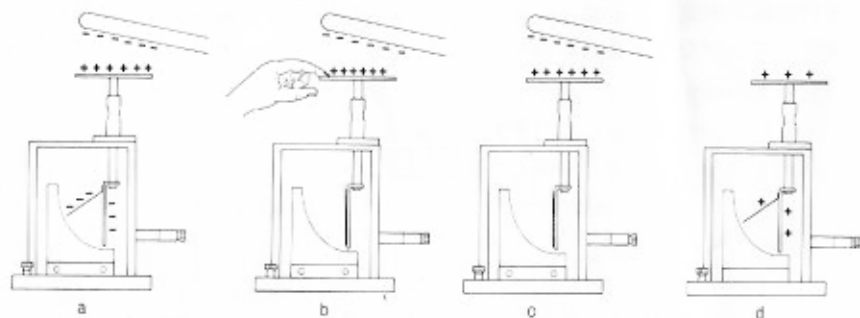

図 3
- ① 静電誘導でひとつながりの導体に電気が帯電するので、はくは開く。（図3 a）
- ② 手をふれるとはく部の遠い電気が指を伝わって逃げる（アースされる）。このとき、頭部の電気は帯電体に引かれたままである。だから、はくは閉じる。（図3 b）
- ③ 指を遠ざけても、頭部の電気は帯電体に引かれたままである。はくは閉じたまま。（図3 c）
④頭部の電気をひきつけていた原因がなくなるから、はく部にも電気が移り、この電気のためにはくは再び開く。この電気量ははじめの電気と種類が反対ですが同じ量であるから始めと同じ角度だけ開く。大きく開かせたい時には帯電体をはじめにもっと近づけばよいし、もっと小さい角度なら遠くにおけばよい。(図3 d)